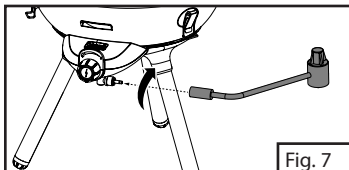

Fig. 7
2. Coloque el regulador en la conexión roscada debajo de la perilla de control. Gire el collarín del regulador en sentido horario hasta ajustarlo. (Fig. 7)